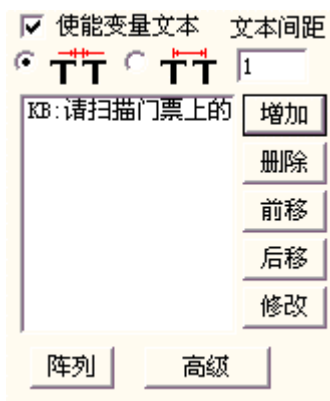

图 4-50-b：键盘文本参数
2. 输入提示信息后点击确定后我们会得到如图 4-50-b 所示的界面
4. 勾选使能分割字符串修改指定名字的文本对象，点击增加按钮这时候会出现如图 4-50-c 图所示对话框。